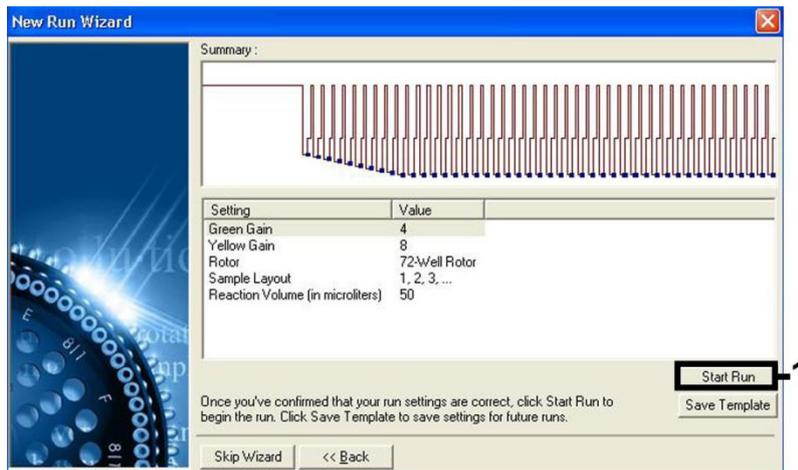

Figura 7. Inicio de la serie.
El rango de detección de los canales de fluorescencia debe determinarse según las intensidades de fluorescencia de los tubos de PCR. Haga clic en **Gain Optimization** (Optimización de ganancia) en el cuadro de diálogo **New Run Wizard** (Asistente para series nuevas) para abrir el cuadro de diálogo de **Auto-Gain Optimization Setup** (Configuración de la optimización de ganancia automática) (consulte el paso 6 y la figura 7 en la hoja de protocolo *Valores de configuración para procesar artus QS-RGQ Kits*).
8. Los valores de ganancia determinados por la calibración de los canales (o asignados manualmente) se guardan automáticamente y se muestran en la última ventana de menú del procedimiento de programación (figura 7). Haga clic en **Start Run** (Iniciar serie).